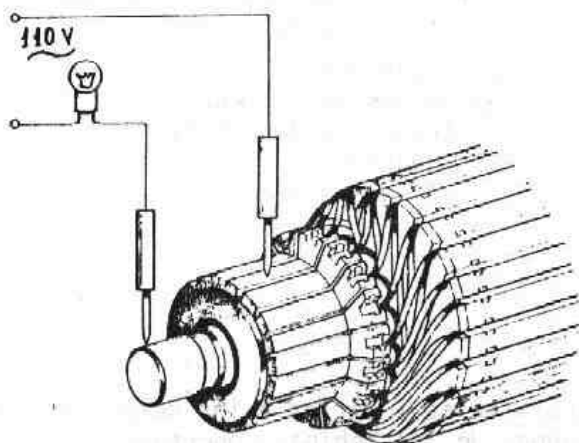

Fig. N2-29 Comprobación del aislamiento del inducido
- 3.2.1. Conectar a 110 ó 220 V, C.A., una lámpara de pruebas (Fig. N2-29) de 15 W., entre cada una de las delgas del colector y el eje del inducido.